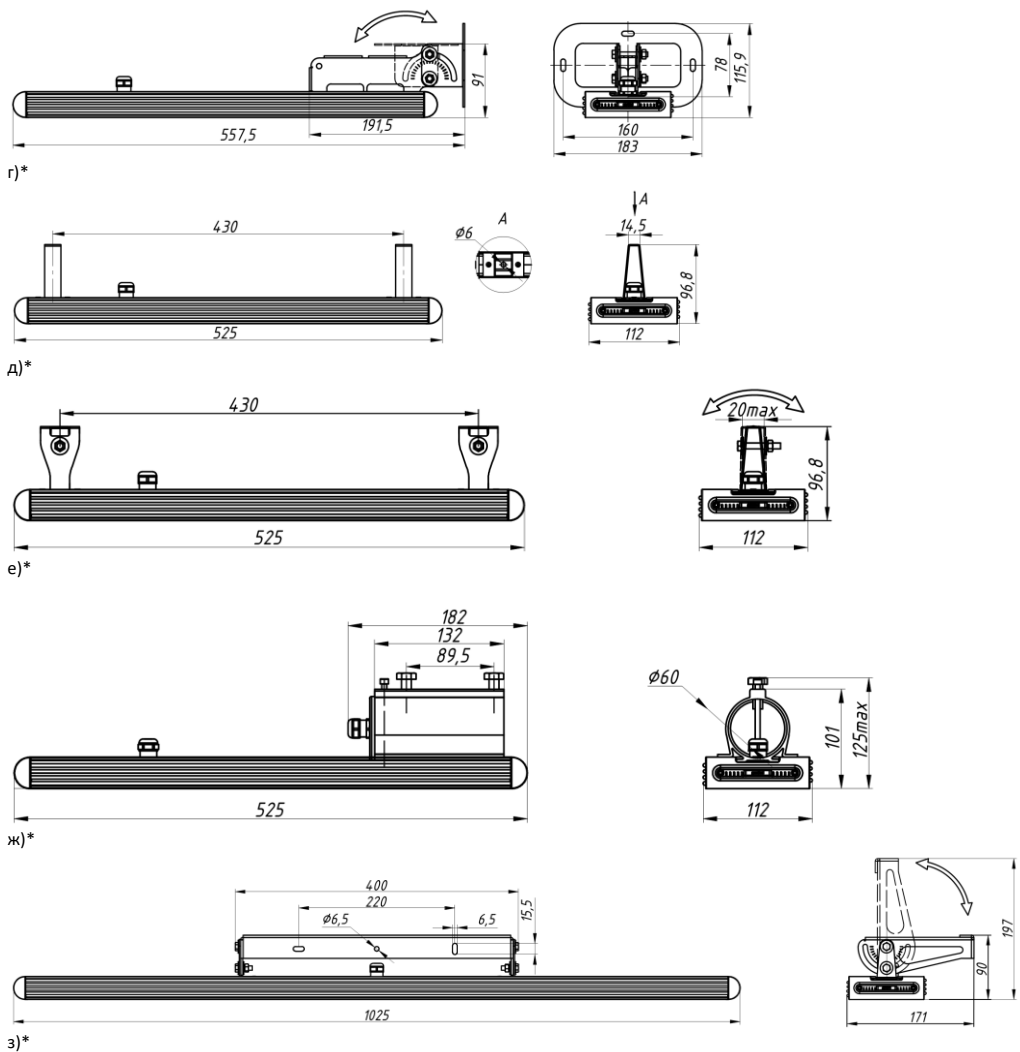
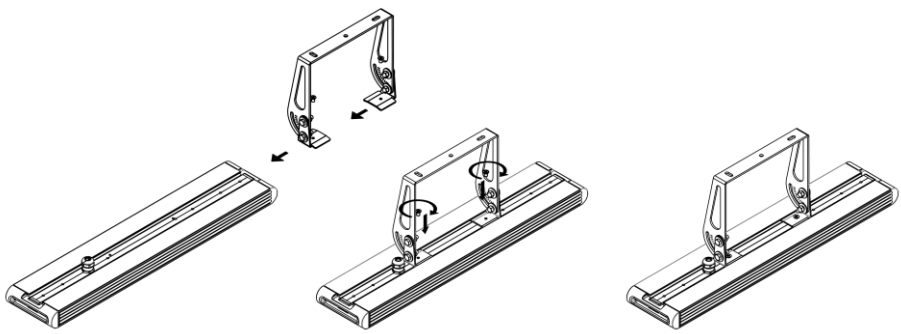
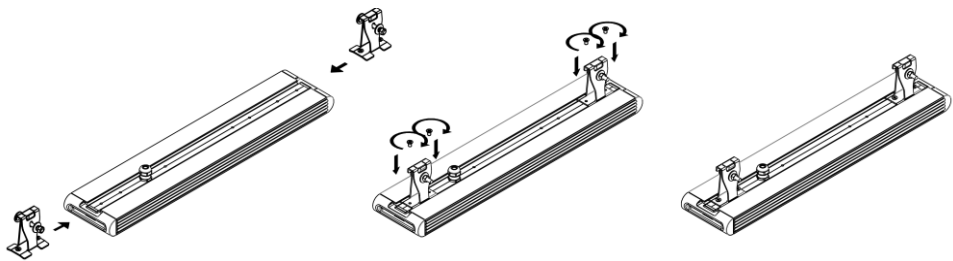
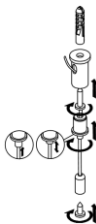

Рисунок 4 — Варианты крепления светильника Element (на примере Element 0,5x1 и Element 1x1):
Рисунок 7 — Установка крепления Скоба малая с регулировкой (на примере Element 0,5x1).
Рисунок 8 — Установка крепления Трос (на примере Element 0,5x1).
Рисунок 9 — Крепление подвеса.
3.3. На задней части светильника конструкцией предусмотрена установка системы крепления (см. рисунок 4). В зависимости от варианта установки светильника существует 8 типов крепления:
5.5.1. Распакуйте крепление и установите на светильнике (см рисунок 7). Заведите крепление в паз на корпусе светильника. Для фиксации крепления на корпусе светильника имеются 2 отверстия. Совместите отверстия на креплении с отверстиями на корпусе. Шаг между винтами на креплении должен совпасть с шагом между винтами на корпусе. Крепление должно встать симметрично поперечной оси светильника. Вкрутите два винта М5, идущих в комплекте для фиксации крепления на корпусе светильника (см. рисунок 4, б).
5.5.3. Подготовьте поверхность, разметьте места крепления под скобу, согласно расположению отверстий на скобе (см. рисунок 4, б), просверлите отверстия на монтажной поверхности.
5.7.1. Распакуйте крепление и установите на светильнике (см рисунок 4, г). Заведите крепление в паз на корпусе светильника. Для фиксации крепления на корпусе светильника имеются 2 отверстия. Совместите отверстия на креплении с отверстиями на корпусе. Шаг между винтами на креплении должен совпасть с шагом между винтами на корпусе. Вкрутите два винта М5, идущих в комплекте для фиксации крепления на корпусе светильника. Крепление должно встать симметрично поперечной оси светильника.
5.7.3. Подготовьте поверхность, разметьте места крепления под кронштейн, согласно расположению отверстий на ответной части кронштейна (см. рисунок 4, г), просверлите отверстия.
5.8.1. Распакуйте крепление и установите на светильнике (см рисунок 4, д). Заведите крепление в паз на корпусе светильника. Для фиксации крепления на корпусе светильника имеются 4 отверстия. Совместите отверстия на креплении с отверстиями на корпусе. Шаг между винтами на креплении должен совпасть с шагом между винтами на корпусе. Вкрутите четыре винта М5, идущих в комплекте для фиксации крепления на корпусе светильника. Крепление должно встать симметрично поперечной оси светильника.
5.8.5. Закрепите подвесы на креплениях светильника. Уровняйте светильник. Для регулировки длины троса нажмите на кнопку в верхней части крепления троса (см. Рисунок 9).
5.9.1. Распакуйте крепление и установите на светильнике (см рисунок 8). Заведите крепление в паз на корпусе светильника. Для фиксации крепления на корпусе светильника имеются 4 отверстия. Совместите отверстия на креплении с отверстиями на корпусе. Шаг между винтами на креплении должен совпасть с шагом между винтами на корпусе. Вкрутите четыре винта М5, идущих в комплекте для фиксации крепления на корпусе светильника. Крепление должно встать симметрично поперечной оси светильника (см рисунок 4, е)
5.10.2. Распакуйте крепление и установите на светильнике (см рисунок 4, ж). Заведите крепление в паз на корпусе светильника. Для фиксации крепления на корпусе светильника имеются 2 отверстия. Совместите отверстия на креплении с отверстиями на корпусе. Шаг между винтами на креплении должен совпасть с шагом между винтами на корпусе. Вкрутите два винта: M5x8, и M5x80 (стопорный винт — см. рисунок 9), идущие в комплекте, для фиксации крепления на корпусе светильника.
5.11.1. Распакуйте крепление и установите на светильнике (см рисунок 4, з). Заведите крепление в паз на корпусе светильника. Для фиксации крепления на корпусе светильника имеются 2 отверстия. Совместите отверстия на креплении с отверстиями на корпусе. Шаг между винтами на креплении должен совпасть с шагом между винтами на корпусе. Вкрутите два винта M5, идущих в комплекте для фиксации крепления на корпусе светильника. Крепление должно встать симметрично поперечной оси светильника.